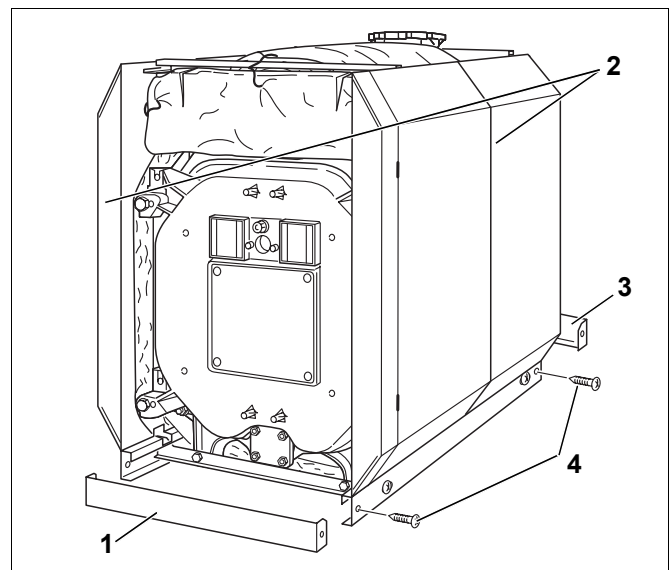

Fig. 51 Montaggio delle guide di zoccolo
- Se i pannelli laterali (fig. 51, [2]) sono allineati verticalmente, serrare a fondo le viti autofilettanti della guida di zoccolo (fig. 51, [4]).
- Inserire le guide di zoccolo trasversali (fig. 51, [1] e [3]) nelle guide di zoccolo longitudinali dalla parte anteriore e posteriore. La piegatura della lamiera trasversale deve sempre trovarsi in basso ed essere rivolta verso la caldaia (fig. 51).